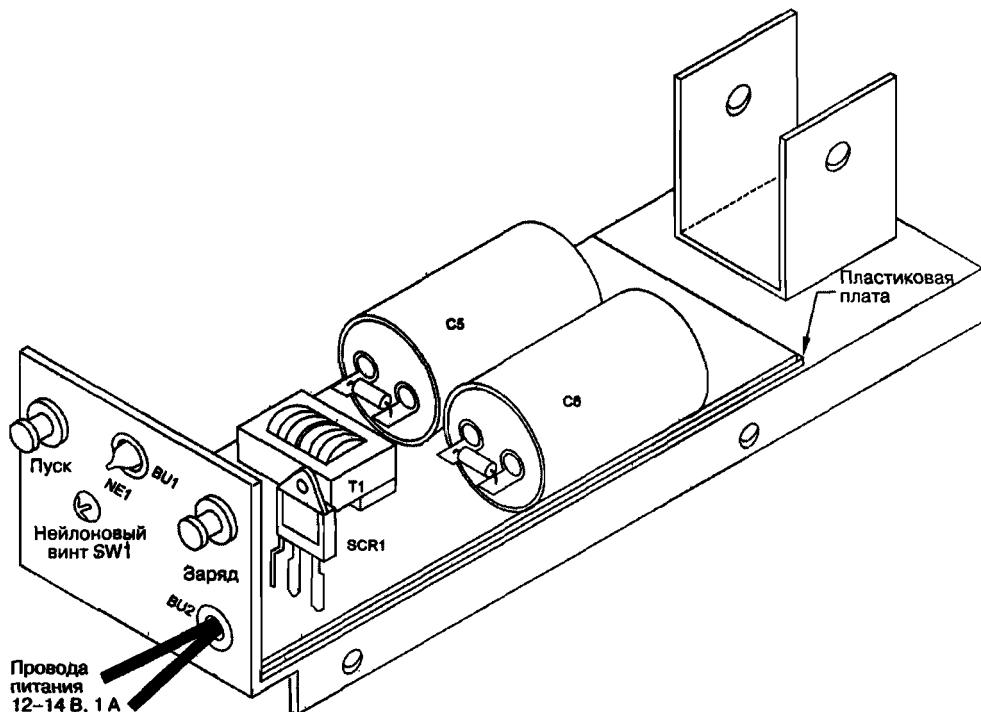
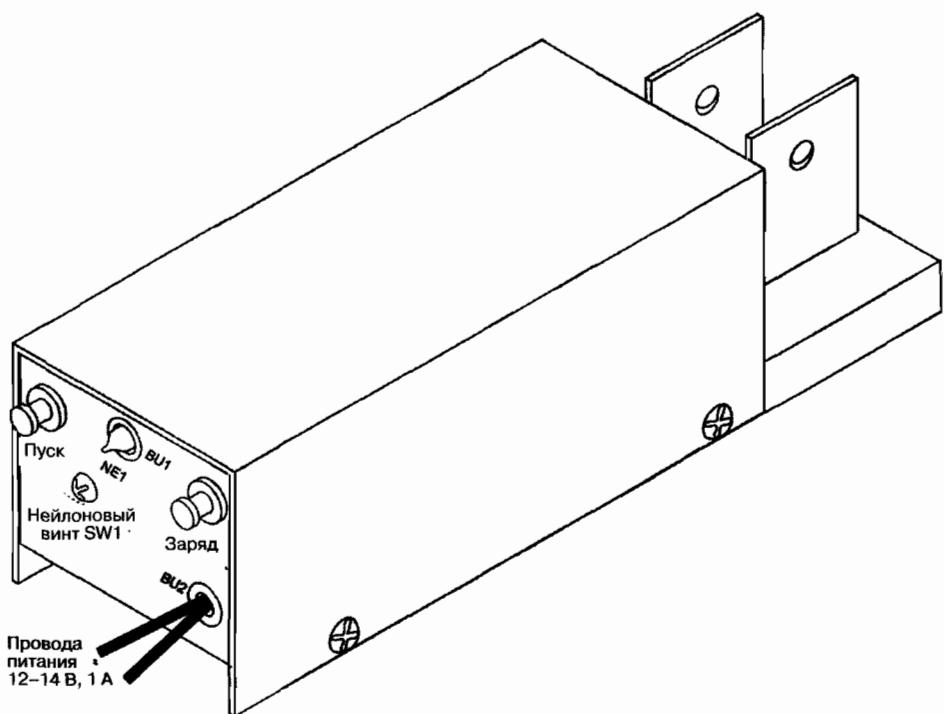

Рис. 2.7. Устройство в сборе без крышки
Рис. 2.8. Общий вид устройства в сборе
5. Общий вид устройства в сборе без крышки показан на рис. 2.7, а с закрытой крышкой – на рис. 2.8. Обратите внимание на правильную установку транзистора Q1 с использованием изолирующей слюдянной прокладки (см. рис. 2.3), чтобы Q1 не выходил за габариты крышки и не касался ее.